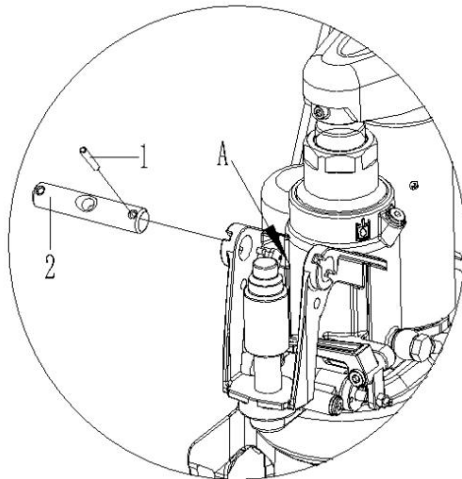
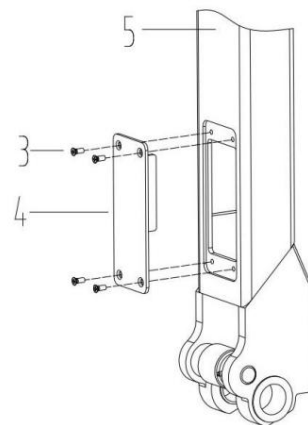
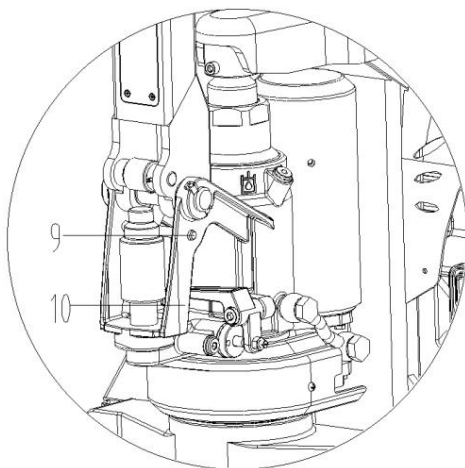
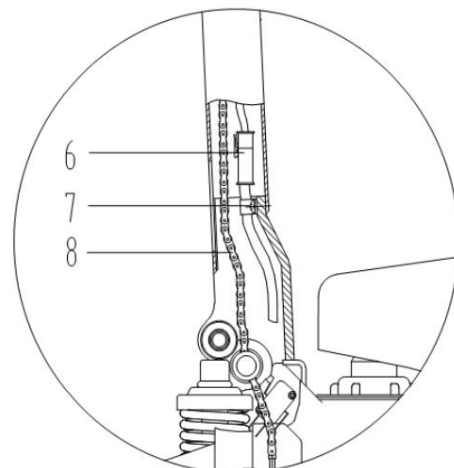

Abbildung 1
Abbildung 2
Abbildung 3
Abbildung 4
4.1 Siehe Abbildung 1. Entfernen Sie Stift 1 von Stift 2 und ziehen Sie dann Stift 2 heraus.
4.2 Siehe Abbildung 2. Lösen Sie die Schraube 3 und entfernen Sie die Abdeckplatte 4 von der Griffbaugruppe 5.
4.3 Siehe Abbildung 3 und 4. Setzen Sie die Griffbaugruppe 5 (Abb. 2) in A (Abb. 1) ein und verbinden Sie die Griffbaugruppe 5 über Stift 2 mit dem Pumpengehäuse 10. Fädeln Sie die Stangenkette 8 durch die Öffnung von Stift 2. Ziehen Sie den Griff in die horizontale Position, entnehmen Sie Stift 9 und bewahren Sie ihn für den nächsten Gebrauch auf. Verbinden Sie das Kabel der Griffbaugruppe 5 über Stecker 6 mit dem Fahrzeuggehäuse und ziehen Sie es mit einem Kabelbaum fest, um eine zuverlässige Verbindung zu gewährleisten (siehe Abb. 5). Befestigen Sie es anschließend gemäß Abb. 4 mit der Leitungskarte 7 an der Griffbaugruppe 5.